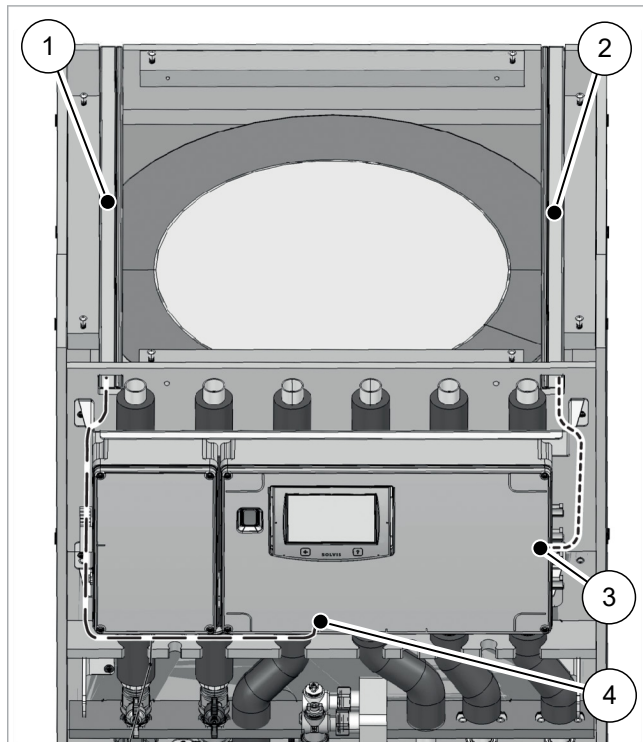

Abb. 26: Leitungsverlauf unterhalb des Deckels
2. Spannungsführende Leitungen durch den linken Kabelkanal (siehe → Abb. 26 (1)) im Deckelbereich einführen.
5. Sensorik, Kleinspannungs- und Modbus-Leitungen durch den rechten Kabelkanal (siehe → Abb. 26 (2)) führen.